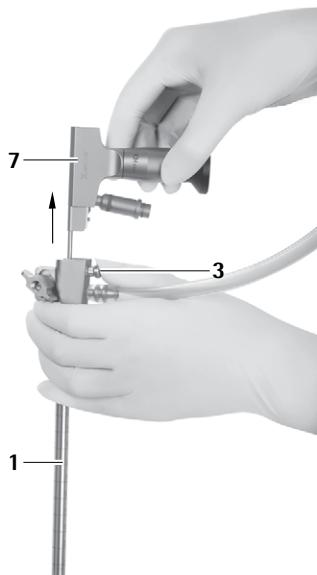

Fig. 11
- Pulsar el botón de desenclavamiento 3 y extraer el endoscopio 5 del trocar MINOP InVent 1, ver Fig. 11.